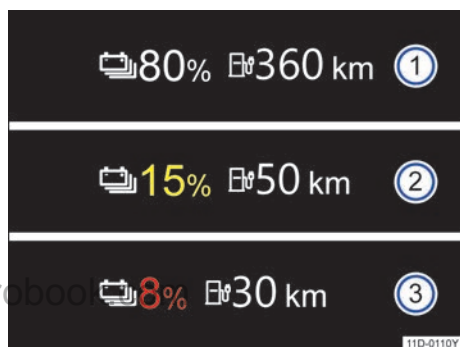

图 9 在数字组合仪表中：续航里程和备用电量显示
关于仪表的解释 → 图 9：
通过数字组合仪表中的符号  和一个白色的百分比数显示高压电池的当前电量 → 图 9 ①。
根据设置，车辆的续航里程以公里 (km) 为单位 → 图 9。
如果达到高压电池的备用电量区域，将显示符号  和一个彩色的百分比数 → 图 9 ②、③ → **▲**。